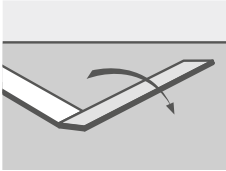

Рисунок 7
- 11.8 Присоединить планку В длинной стороной к углу короткой стороны планки А, как показано на рисунке (см. Рисунок 7). Опустить планку В к основанию, слегка надавливая на длинную сторону планки. Убедиться, что пазы на двух планках образуют непрерывную линию.